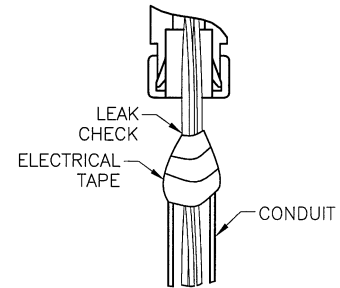

Ilustración 8
3. Levante con cuidado el kit de instalación eléctrica para dejar expuestos los cables del motor y la parte superior del conducto. Asegúrese de no dañar los cables del motor en las líneas de presión del CPD. Una herméticamente los cables del motor al conducto con cinta adhesiva. Consulte la Ilustración 8.